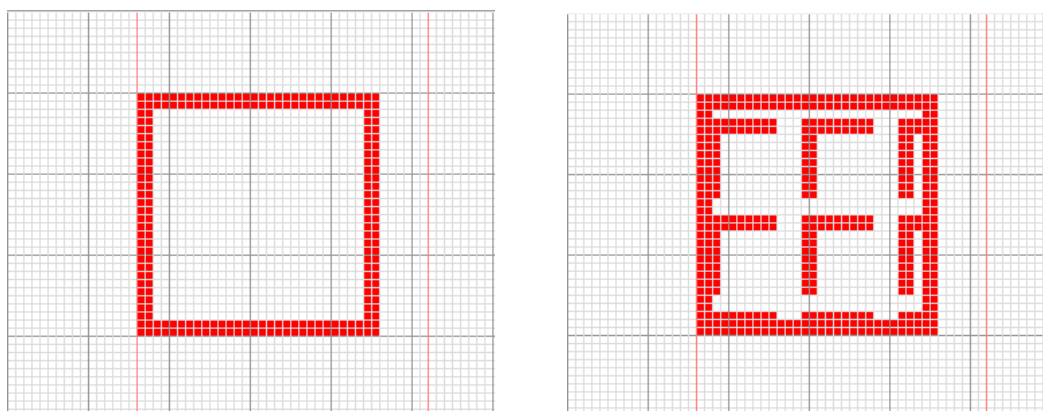

图 5.4 用剪切板中的内容填充
**②剪切板内容填充:** 在剪切板中如果存在内容，则选择此种形式时，被填充的区域将被填充为剪切板中的内容，如图 5.4 所示的剪切板中的内容为矩形的一角。相关操作与普通填充一致。